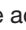

Figure 88 : exemple d'affichage d'une liste de photographies d'écran
Pour accéder à cette liste, appuyez brièvement sur la touche . L'écran présente la liste des photographies (voir figure 88).
- Appuyez sur la touche . L'icône  est active et l'écran de la liste des photographies d'écran est affiché (voir figure 88).
- L'écran de la liste des instantanés est affiché (voir figure 88 pour exemple). Sélectionnez le sous-menu  (bas d'écran) en appuyant sur la touche jaune du clavier correspondant à cette icône.